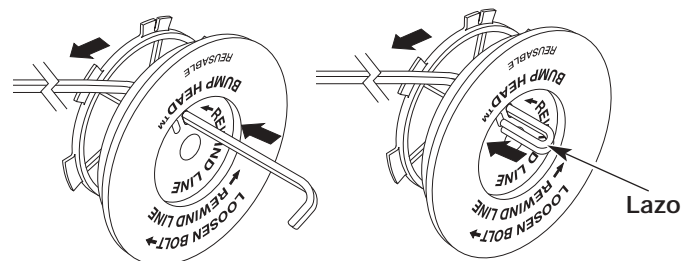

Figure 33
- Tome aproximadamente 6,1 m (20 pies) de nueva línea de corte. Inserte un extremo de la línea a través de uno de los orificios del carrete interior (Fig. 33). Pase la línea a través del carrete interior hasta que queden sólo 4 pulgadas fuera.
- Inserte el extremo de la línea en el orificio abierto del carrete interior y tire de la línea en forma ajustada a fin de que el lazo sea lo más pequeño posible (Fig. 33).